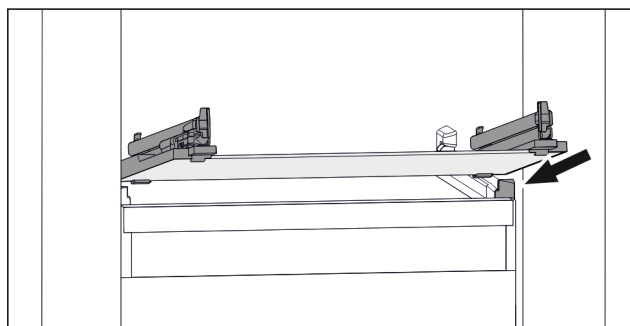

Fig. 111 玻璃隔板例图
- ▶ 将玻璃隔板斜放在止动器后面。(参见 Fig. 111)